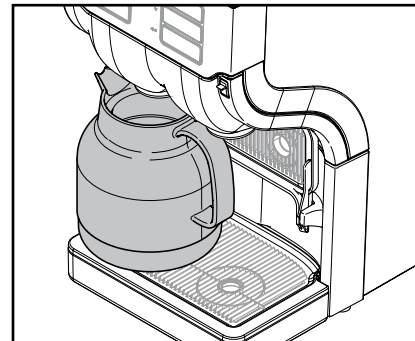

Fig. 12
- Coloque o bule sobre a bandeja coletora de gotas. (Fig. 12)